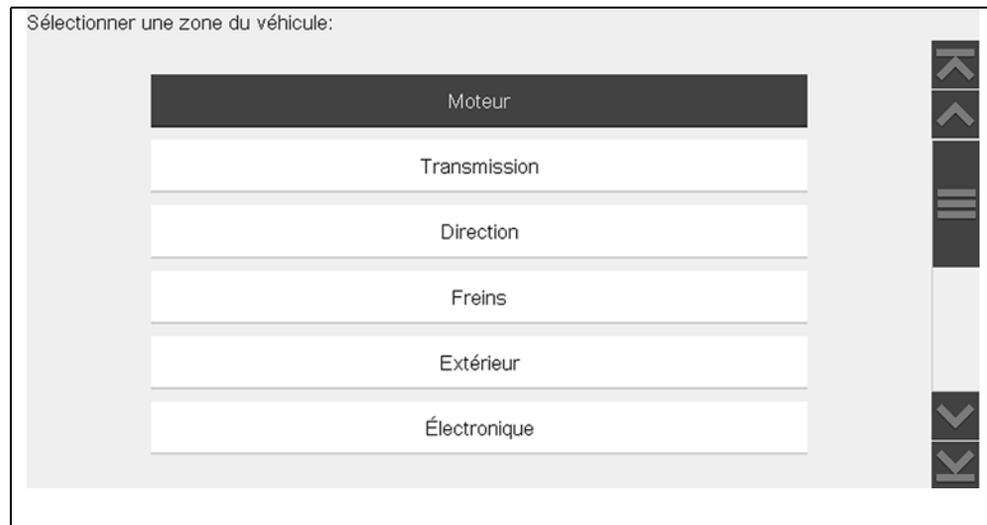

Figure 10-5 Menu Zone du véhicule
2. Sélectionnez une zone du véhicule (p. ex. Moteur, Boîte de vitesses, Freins, etc.) (Figure 10-5).